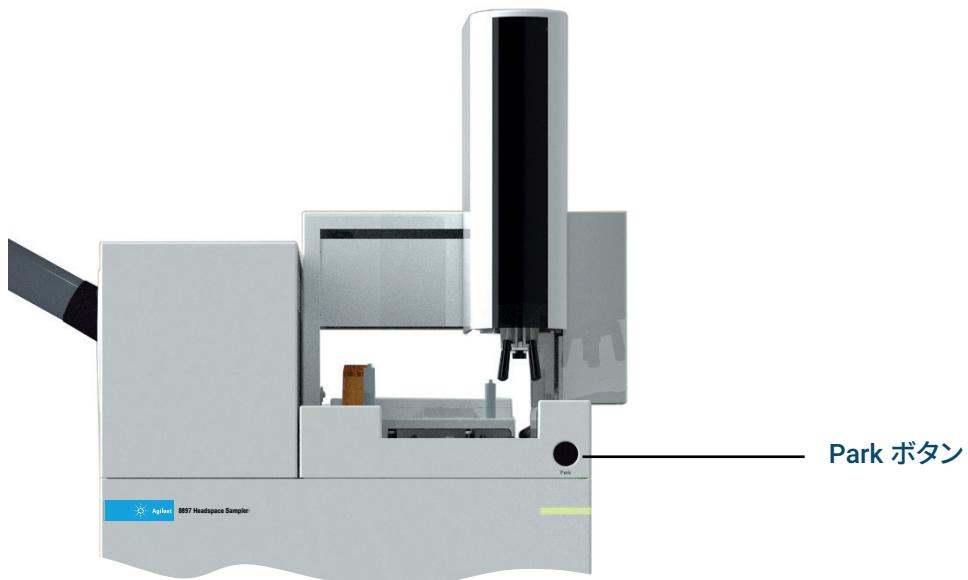

図 11. [Park] ボタンの位置
- 1 [Park] ボタンを押してトレイを「パーク」させます（バイアルラック領域に簡単に手が届くよう、ガントリを待機ポジションに移動します）。35ページの図11を参照してください。